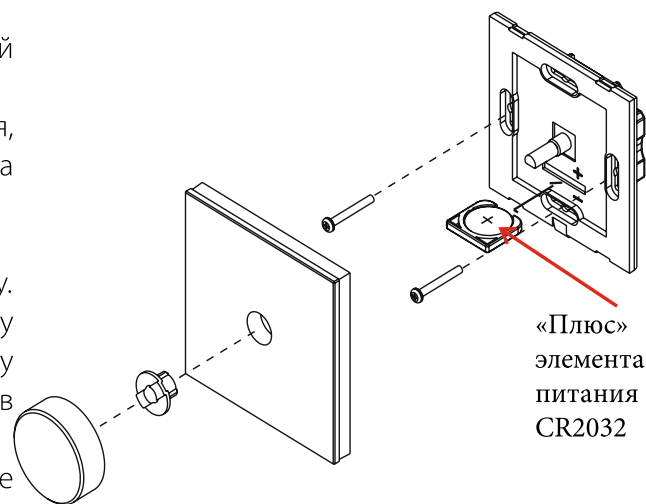

Рис.1. Установка элемента питания и монтаж панели управления.
- 3.2. Снимите вращающуюся ручку и втулку (см.Рис.1).